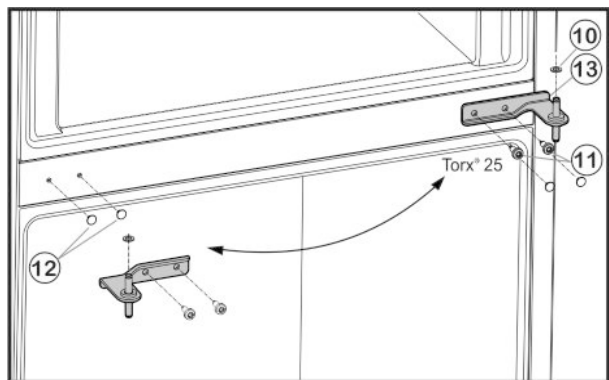

Fig. 5
- Vyskrutkujte upevňovacie skrutky Fig. 5 (11) (2x Torx® 25) a ložiskovú konzolu v strede vytiahnite zo spodných dverí.
- Odoberte plastovú podložku Fig. 5 (10).
- Opatrne stiahnite kryty Fig. 5 (12) a znovu ich nasadíte na opačnej strane.
- Ložiskovú konzolu v strede Fig. 5 (13) otočenú o 180° nasadíte do spodných dverí a pomocou upevňovacích skrutiek Fig. 5 (11) (2x Torx® 25) ju znovu pevne naskrutkujete na novú stranu závesu (4 Nm).
- Opäť nasadíte plastovú podložku Fig. 5 (10).
- Vrchné dvere nasadíte na ložiskovú konzolu v strede Fig. 5 (13).